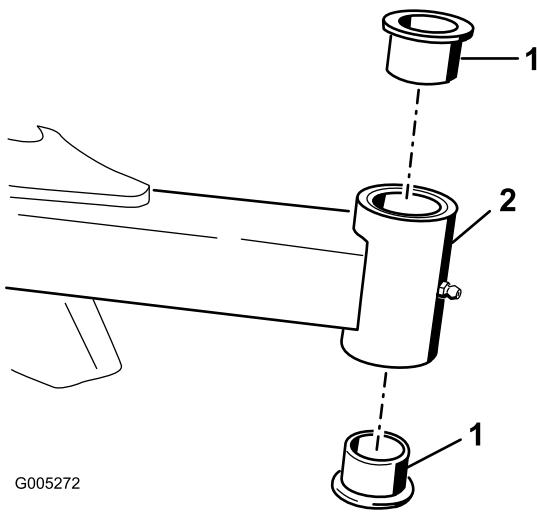

Bild 17
4. Stecken Sie einen Dorn oben oder unten in das Befestigungsrohr und treiben die Büchsen heraus (Bild 17). Treiben Sie dann die andere Büchse aus dem Rohr heraus. Reinigen Sie die Innenseite der Rohre.